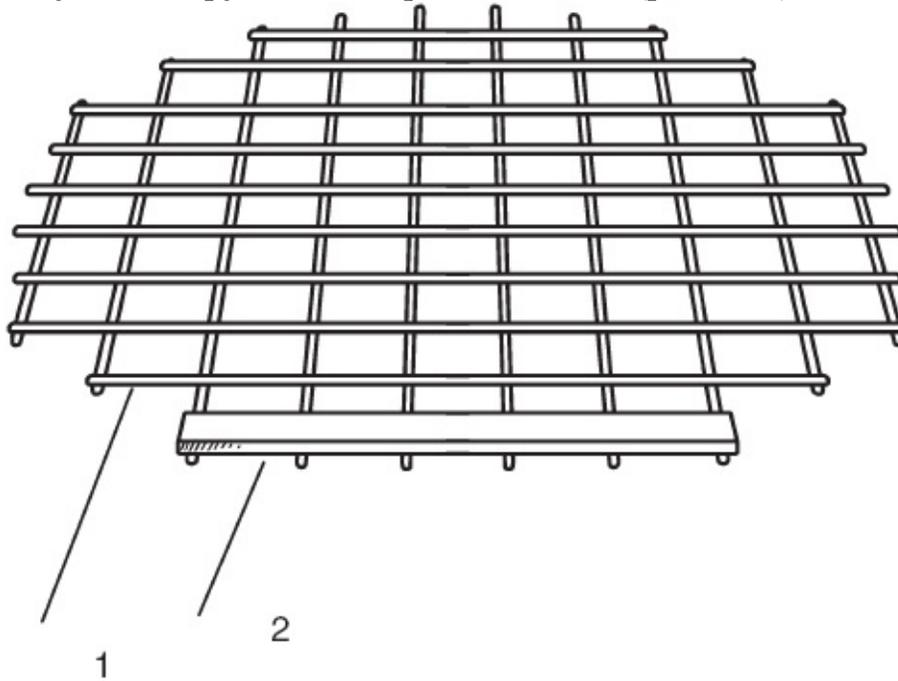

Рис. 99. Колосник:
4. Первые 2 нижних ряда выкладывайте таким образом, чтобы кирпичи соприкасались друг с другом. При этом с одной стороны оставьте проем, через который потом можно будет выгребать золу. После 2-го ряда перекройте его решеткой из арматуры и стальной полосой (рис. 99).